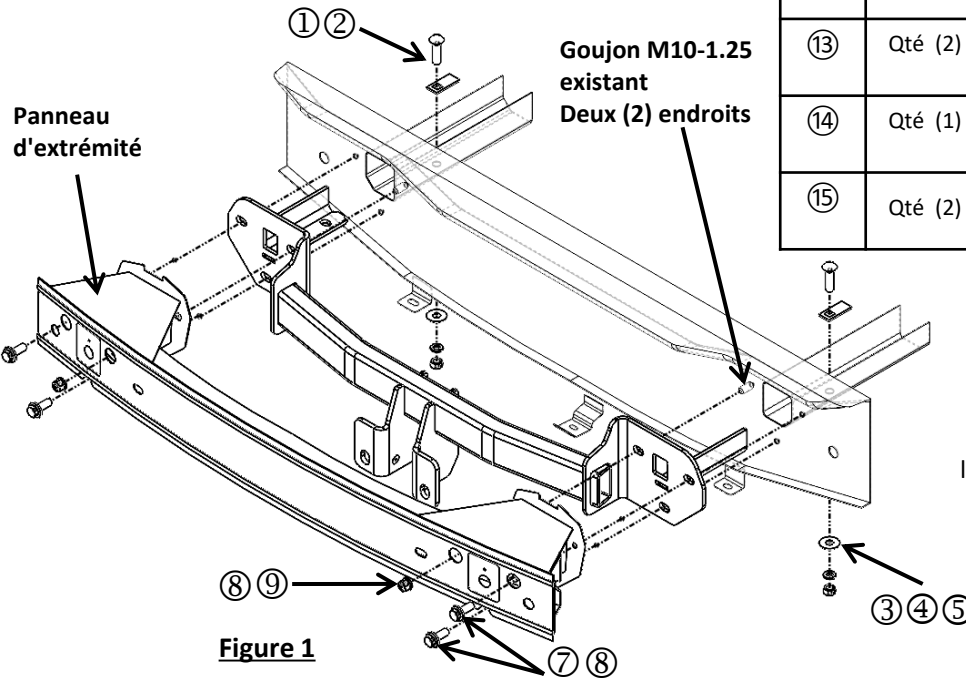

Figure 1
Voir la Figure 1.
- Installer l'attelage et la poutre de pare-chocs** - **NOTA** : Appliquer de l'adhésif frein-filet bleu sur toutes les fixations. Relever l'attelage en position, en insérant les languettes dans le longeron. À l'aide d'un fil de tirage, acheminer les boulons de carrosserie 7/16 po ① et les espaceurs ② à travers le trou de la plaque latérale puis dans le bas du longeron, insérer les rondelles plates 7/16 ③, les rondelles freins ④ et les écrous ⑤ sur les boulons de carrosserie, voir la Figure 1. Installer le pare-chocs au-dessus de l'attelage, poser sans serrer deux (2) écrous M10 ⑨ et rondelles coniques 3/8 po (côté dents vers l'attelage) ⑧ sur les goujons, et quatre (4) boulons hexagonaux M10 ⑦ et rondelles coniques 3/8 po ⑧ dans les écrous soudés du panneau d'extrémité. **▲ Un couple de serrage adéquat est essentiel pour bien fixer l'attelage au véhicule lors du remorquage.**
3. Abaisser l'échappement – À l'aide d'une pince pour échappement, retirer deux (2) supports de l'échappement. À l'aide d'un tournevis à lame plate, retirer le bouchon en caoutchouc le plus à l'arrière du longeron. Nota : S'assurer de bien supporter l'échappement avant de l'abaisser.
4. Retirer la poutre de pare-chocs – À l'aide de la douille 14 mm et une rallonge, retirer deux (2) écrous hexagonaux à embase M10 et quatre (4) boulons hexagonaux M10 de la poutre de pare-chocs. Si présent, déconnecter le fil du système de surveillance des angles morts dans le haut de la poutre de pare-chocs. Conserver les écrous hexagonaux à embase pour l'installation de l'attelage. Remettre les boulons hexagonaux d'usine et la poutre de pare-chocs au propriétaire du véhicule. Voir la Figure 1.
6. Installer l'attelage et la poutre de pare-chocs - NOTA : Appliquer de l'adhésif frein-filet bleu sur toutes les fixations. Relever l'attelage en position, en insérant les languettes dans le longeron. À l'aide d'un fil de tirage, acheminer les boulons de carrosserie 7/16 po ① et les espaceurs ② à travers le trou de la plaque latérale puis dans le bas du longeron, insérer les rondelles plates 7/16 ③, les rondelles freins ④ et les écrous ⑤ sur les boulons de carrosserie, voir la Figure 1. Installer le pare-chocs au-dessus de l'attelage, poser sans serrer deux (2) écrous M10 ⑨ et rondelles coniques 3/8 po (côté dents vers l'attelage) ⑧ sur les goujons, et quatre (4) boulons hexagonaux M10 ⑦ et rondelles coniques 3/8 po ⑧ dans les écrous soudés du panneau d'extrémité.